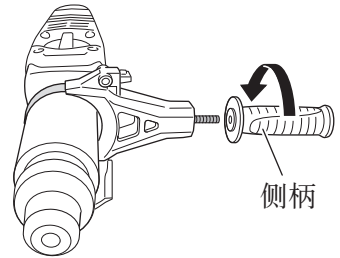

图 5
- (4) 将夹箍调整到适合任务的位置，转动侧柄，拧紧夹箍。一定要把夹箍拧紧。（图 5）